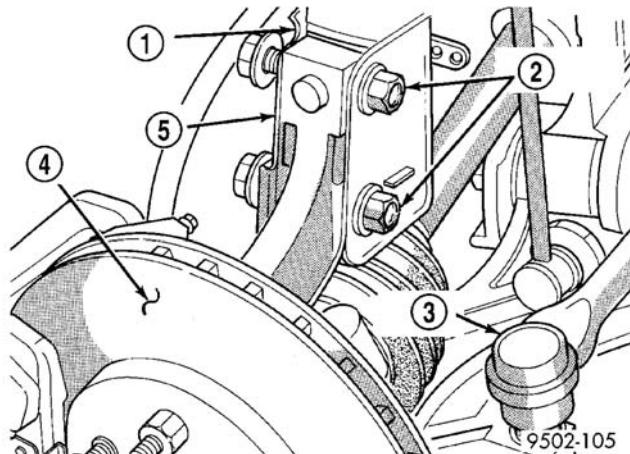

图 7 U 形支架至轮向节的连接螺栓
(3) 拆下滑柱 U 形支架至转向节的上下固定螺栓(图 7)并丢弃。将转向节从滑柱 U 形支架上分离, 并将其置于不妨碍滑柱的位置。